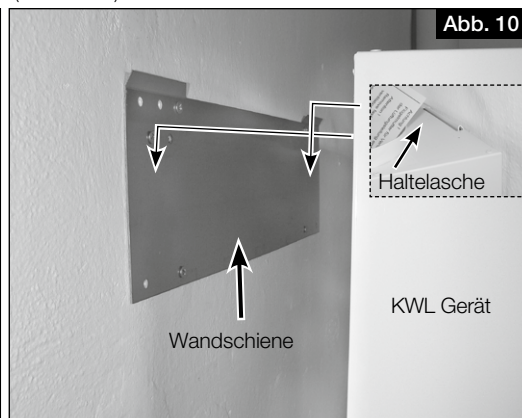

Abb. 10
5. Gerät an den Haltelaschen in die Wandschiene einhängen (s. Abb. 10).